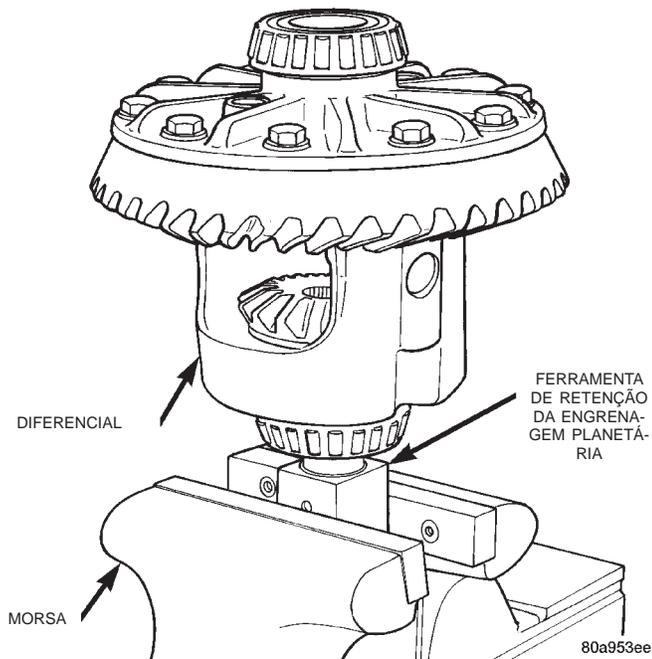

Fig. 42 Ferramenta de Retenção da Caixa do Diferencial
(1) Prenda a Ferramenta de Retenção da Engrenagem Planetária 8138 em uma morsa.
(2) Posicione a caixa do diferencial na Ferramenta de Retenção da Engrenagem Planetária 8138 (Fig. 42).